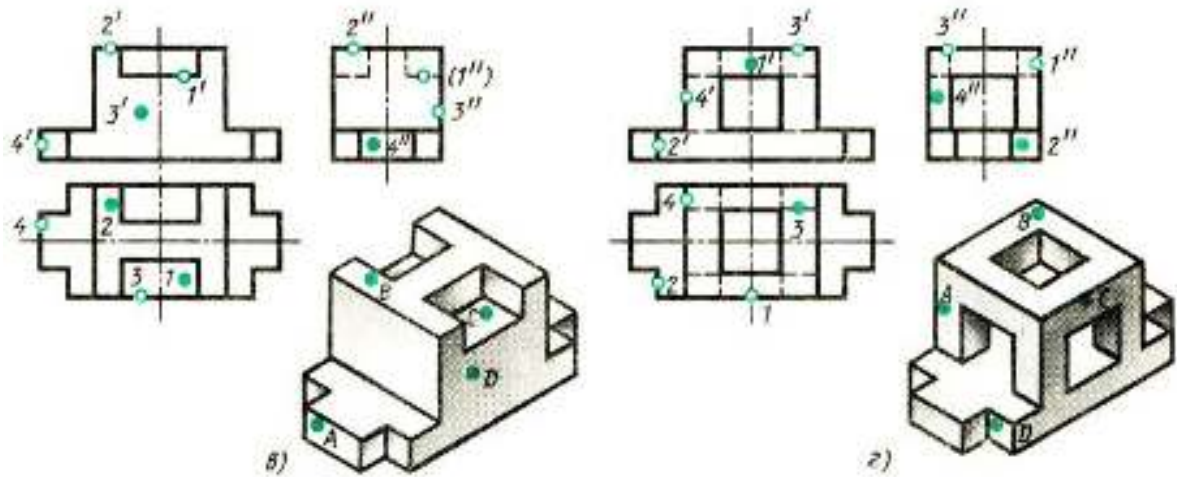

Рис. 24 – завдання № 11.
1. На рис. 24 (а, б, в, г) пропонується аксонометричне зображення моделі з точками на ній А, В, С, D треба надати відповіді, якій літері відповідає цифри 1, 2, 3, 4.